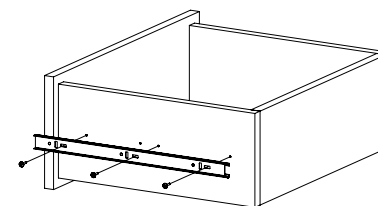

Рис.10
9. Соберите ящик. Для этого соедините детали 10 и 11 с деталью 12 при помощи конфирматов. Установите деталь 13 на деталь 12 и затяните головки минификсов. Вставьте дно ящика 14 из ДВП (2шт.) в пазы деталей 10,11, 12, 13. Соедините фасад ящика от СЛ-100 с полученной конструкцией и затяните головки минификсов (Рис. 9). Закрепите внутренние планки направляющих на деталях 10 и 11 шурупами 3,5х16 (Рис. 10). С помощью шурупов 3,5х12 закрепите ручки на фасаде ящика. При необходимости регулировки ящика выкрутите шурупы из круглых отверстий и перекрутите в овальные (продольные и вертикальные регулировочные отверстия). Не затягивая до конца шурупы, сместите ответную планку вверх-вниз. Затяните шурупы до конца.